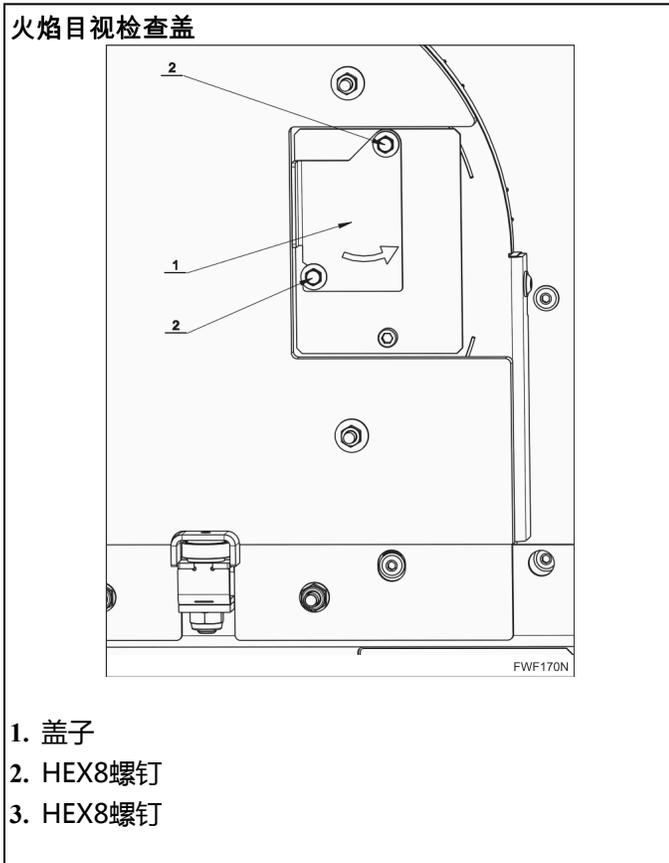
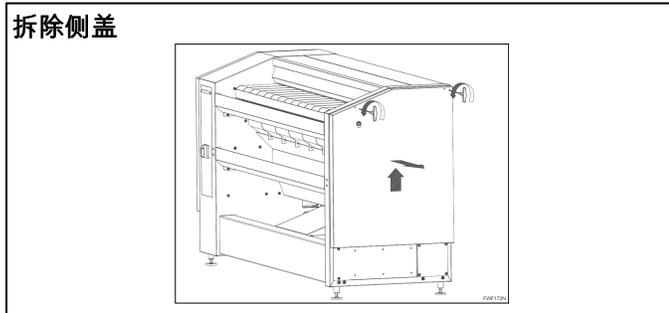

图 22
图 24
- 在加热器的右前方 (图 22)，有一个用于对火焰进行快速目视检查的盖子。
- 在拆除右侧盖 (图 24) 且松开两颗HEX8螺钉 (2) 后，可将盖子 (1) 倾斜，如图 22所示。
- 机器投入使用前，拆除两个侧盖。参见图 24。